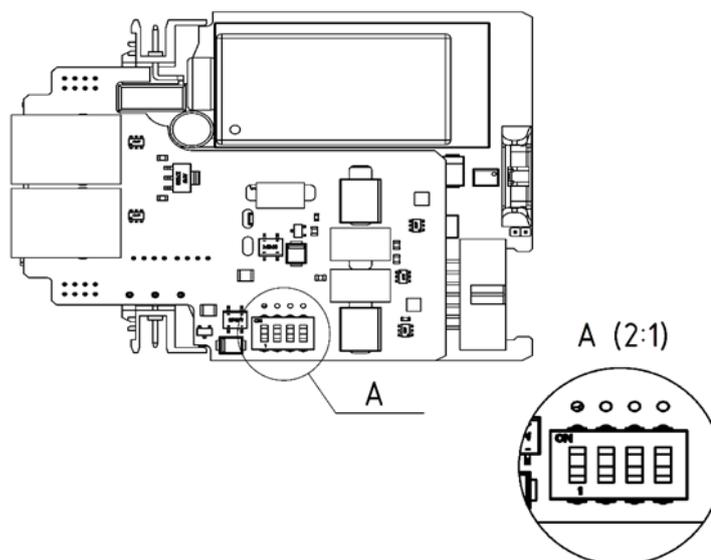

Рисунок 2.1 – Переключатели резисторов смещения
2.4.4 Для устройств MCU-xN2R-x и MCU-xNRC-x, при необходимости подключить смещающие резисторы, необходимо перевести оба движка в положение «ON». Для отключения в положение «OFF» (Рисунок 2.1). По умолчанию он находится в положении «OFF».